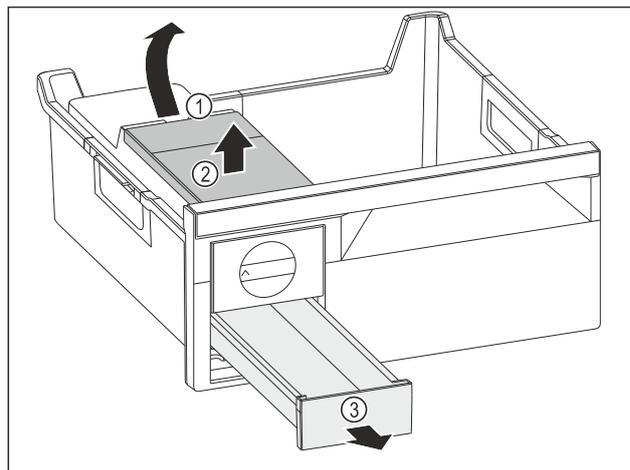

Fig. 144
- ▶ Wassertank entnehmen: Wassertank an der Aussparung Fig. 144 (1) anheben.
- ▶ Wassertank Fig. 144 (2) nach oben entnehmen.
- ▶ Eiwürfelschubfach Fig. 144 (3) nach vorne entnehmen.